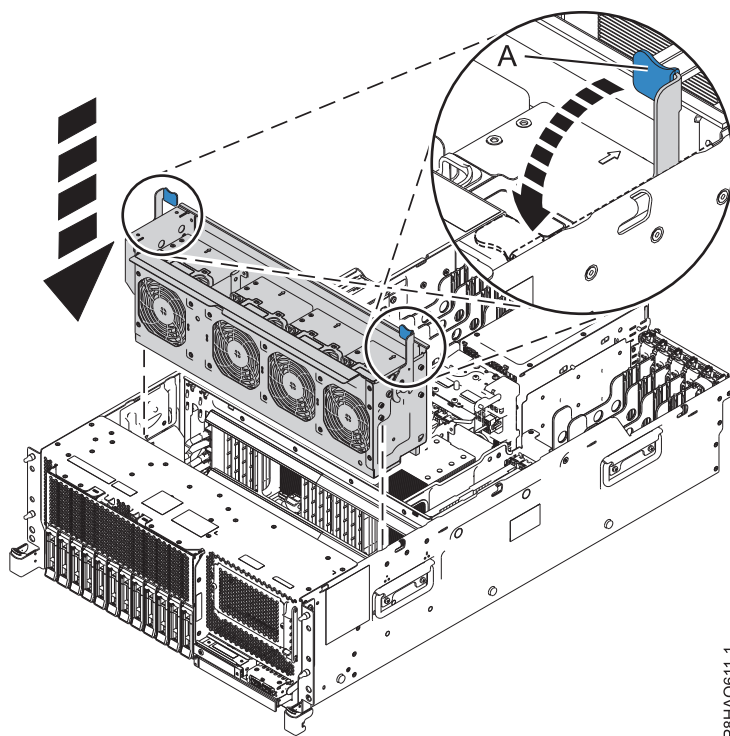

Figura 9. Substituindo o compartimento do ventilador em um sistema montado em rack
- a. Abaixe o compartimento do ventilador no sistema, segurando as travas de ponto de contato azuis (A), conforme mostrado na Figura 9 na página 14.
- c. Gire as travas (A) conforme mostrado na Figura 9 na página 14, para encaixar o compartimento do ventilador.